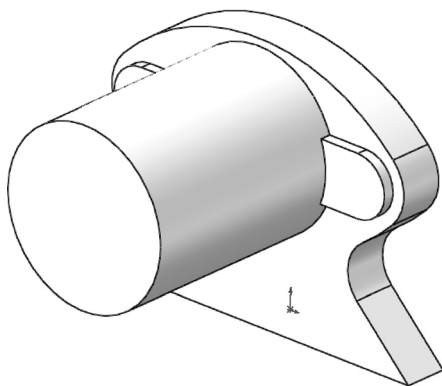

图 13-114 拉伸实体 1
**03** 拉伸实体。选择菜单栏中的“插入”→“凸台/基体”→“拉伸”命令，或者单击“特征”控制面板中的“拉伸凸台/基体”按钮，此时系统弹出图 13-113 所示的“凸台-拉伸”属性管理器。设置终止条件为“给定深度”，输入拉伸距离为 60.00mm，然后单击属性管理器中的“确定”按钮，结果如图 13-114 所示。